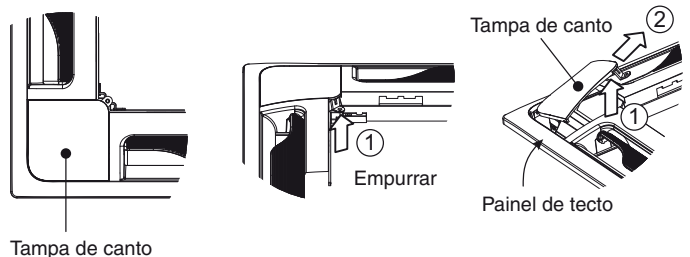

Fig. 7-6
- (2) Remoção da tampa de canto
- a) Deslize os fechos na direcção da seta ① para desligar as dobradiças (3 pontos). Logo, retire a grade de admissão de ar na direcção da seta ②. (Fig. 7-6)